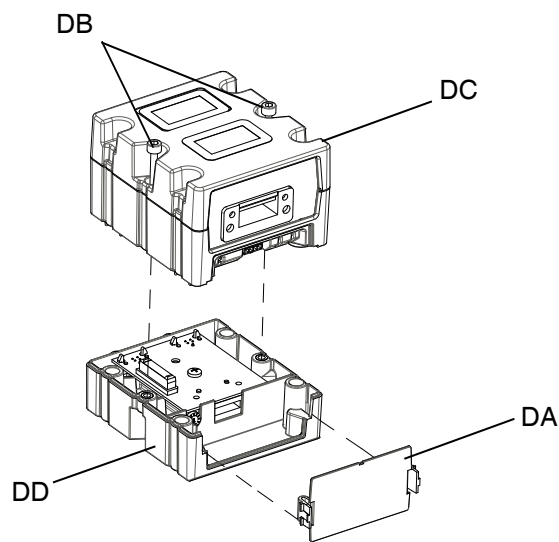

図 52: CGM の分解
4. CGM (DA) からアクセスカバーを取り外します。2 つの M5-0.8 x 45 mm x ネジ (DB) を緩めて、保存し、CGM (DC) をベース (DD) から取り除きます。図 52 を参照してください。
5. キットに同梱されている 4 つの M4-0.7 x 20 mm 取り付けネジを使用して、CGM ブラケットにベース (DD) を取り付けます。
6. 手順 4 で取り外し、保存した 2 つのネジ (DB) を用いて、CGM (DC) をベース (DD) に再度取り付けます。
7. アクセスカバー (DA) を再度取り付けます。
8. ADM からケーブルを外して、ケーブルを CGM (DC) に戻します。